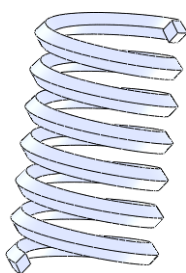

图 4-55 简单扫描
- 04 单击【扫描】对话框中的  【确定】按钮，完成简单扫描，如图 4-55 所示。